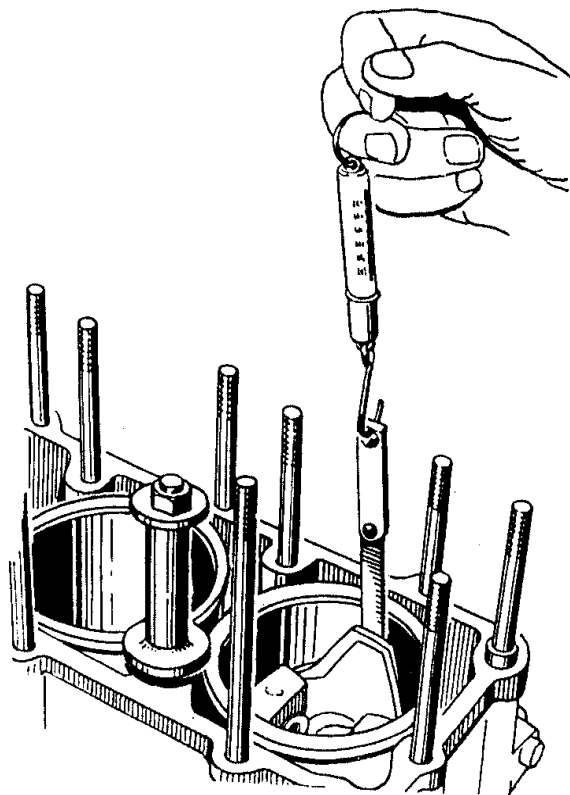

Рис.44. Подбор поршней к цилиндрам
2. Замерить усилие протягивания ленты-щупа толщиной 0,05 мм и шириной 10 мм между поршнем и гильзой, опущенного на глубину 65 мм между гильзой цилиндров и вставленным в неё в перевернутом положении поршнем (рис.44). Нижний край юбки поршня должен совпадать с верхним торцом гильзы цилиндров. Ленту – щуп размещать в плоскости, перпендикулярной оси поршневого пальца, т.е. по наибольшему диаметру поршня (для поршней с разрезной юбкой со стороны, противоположной разрезу). Величину усилия определять по динамометру, соединённому со щупом. Усилие при протягивании ленты-щупа должно быть 30...40 Н (3...4 кгс) для новых гильз и поршней. Для гильз и поршней бывших в употреблении усилие должно быть не менее 20 Н (2 кгс).